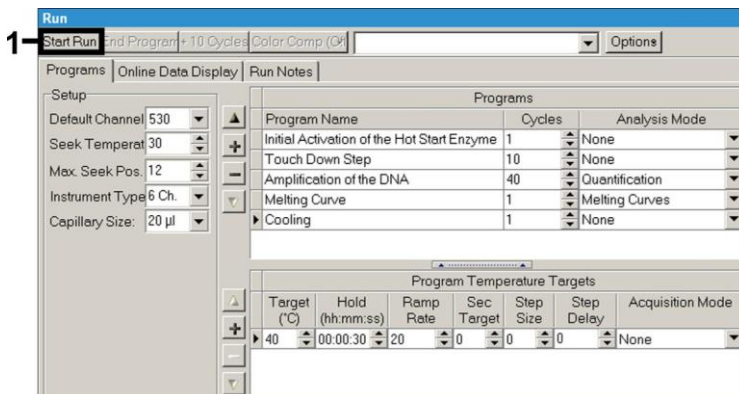

Fig. 13: Inicio de la serie de PCR.
- Para iniciar la serie de PCR, pase *al campo* *Run* (Serie) y active la función *Start Run* (Iniciar serie) (consulte la Fig. 13). El programa de PCR